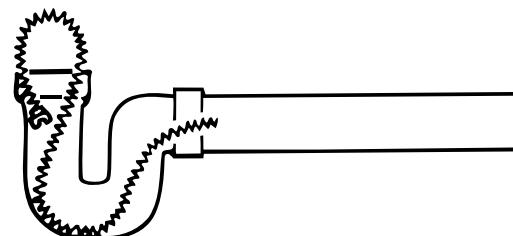

Figura 7 – Modo de trabar el cable a la entrada del desagüe
- Trabe el final del cable en la entrada del desagüe metiendo su extremo en la tubería como se muestra en la Figura 7. Este procedimiento es especialmente útil cuando se está limpiando un desagüe o conducto con un fuerte declive como una bajante o tubo vertical de evacuación.